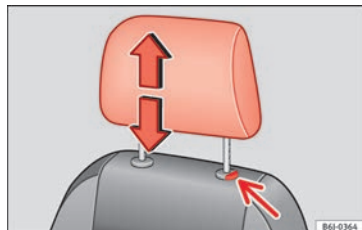

Fig. 141 Ajuste o desmontaje del apoyacabezas.
- Pulse la tecla » fig. 141 (flecha).